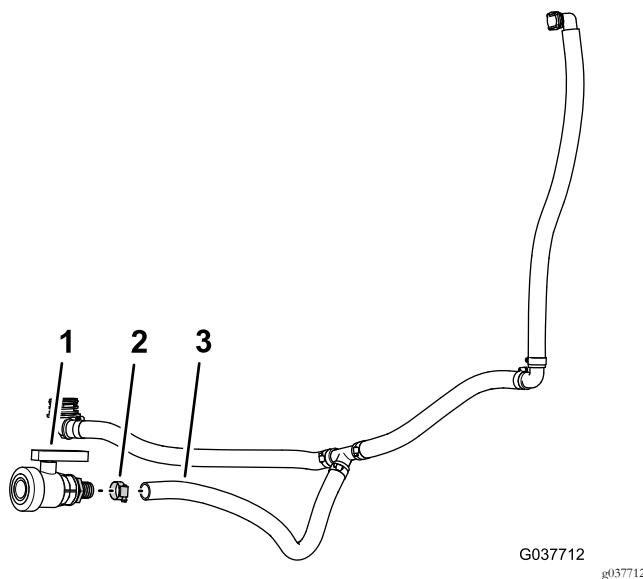

Bild 73
1. Befestigen Sie das gezahnte Anschlussstück, das Sie in Schritt 6 in 5 Entfernen des Sicherheitsventils, Ablaufs und der Rührwerkkomponenten (Seite 14) entfernt haben, am Ablassschlauch (104 cm) des Überlauf- und Ablassschlauchs (Bild 73).
2. Befestigen Sie das Ablassventil mit der Schlauchklemme (Bild 73), die Sie in Schritt 6 in 5 Entfernen des Sicherheitsventils, Ablaufs und der Rührwerkkomponenten (Seite 14) entfernt haben, am Schlauch.